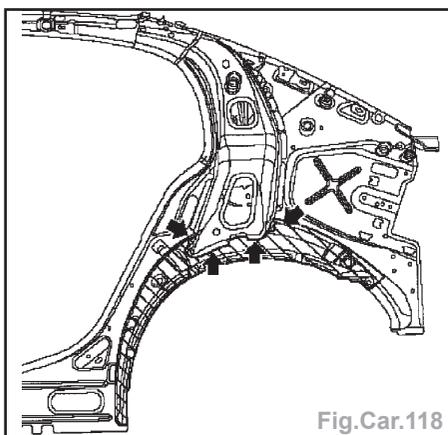

Fig.Car.118
- Enlever par perçage le passage de roue extérieur du renfort de panneau latéral intérieur (Fig.Car.118).